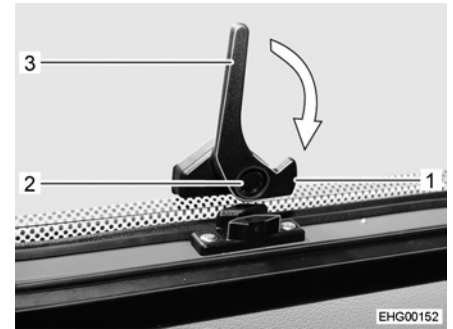

Fig. 26 Levier de verrouillage, bas, (position "Ouvert")
- Appuyer sur le bouton de sécurité (Fig. 26,2) sur le levier de verrouillage du bas (Fig. 26,3) et le maintenir enfoncé.
- Tourner le levier de verrouillage du bas (Fig. 26,3) d'un quart de tour en direction du cadre de la fenêtre jusqu'à ce que le tenon de verrouillage (Fig. 26,1) s'enclenche.